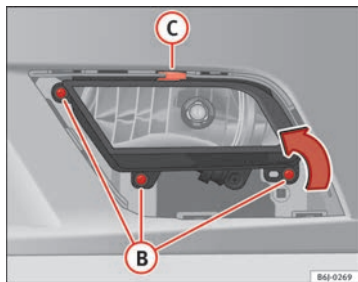

Fig. 159 Farol de nevoeiro
- Retire os parafusos (3x) ⇒ Fig. 159 (B) para extrair o farol de nevoeiro.
- Retire o grampo metálico que se encontra na parte superior do farol de nevoeiro, puxando para fora ⇒ Fig. 159 (C).